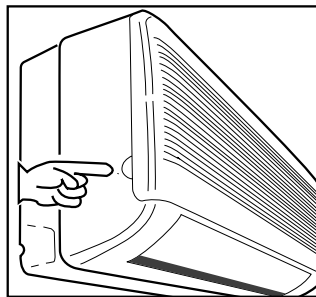

図1
1. 室内機の前面パネル左右の下端に指をかけ（前面パネルに指をかけやすいように、本体側にくぼみがあります：図1）手前に引きます。ロックが外れ前面パネルが上端を支点に開きます。